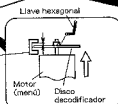
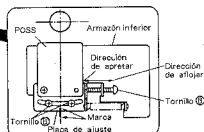

Fig. 7-2
Fig. 7-3
- Afloje el tornillo ② que sostiene el disco decodificador con una llave hexagonal.
- Afloje el tornillo ③ que sostiene la placa de ajuste. Ajuste con el motor (menú) instalado.
- (1) Ajuste la separación entre el disco decodificador y el interruptor fotoeléctrico del motor (menú) a $1\frac{1}{16}$ mm. (Fig. 7-2)
- (2) Fije el tornillo del disco decodificador apretándolo con una llave hexagonal.
- (3) Gire el tornillo ③ de forma que la marca grabada en la placa de ajuste quede alineada con el armazón inferior. Después apriete temporalmente el tornillo ②.
- (4) Presione la tecla ROTATE MENU del panel frontal de la unidad principal para que el menú gire. Después realice los ajustes siguientes dependiendo de la condición. (Fig. 7-3)
- Afloje el tornillo ② y apriete el tornillo ③ girándolo hacia la derecha.
- Afloje el tornillo ② y gire el tornillo ③ hacia la izquierda para aflojarlo.